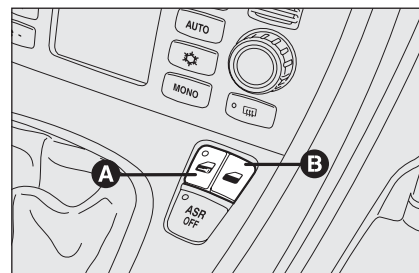

fig. 15
- pulsante **A** e **B** di blocco/sblocco **fig. 15**;